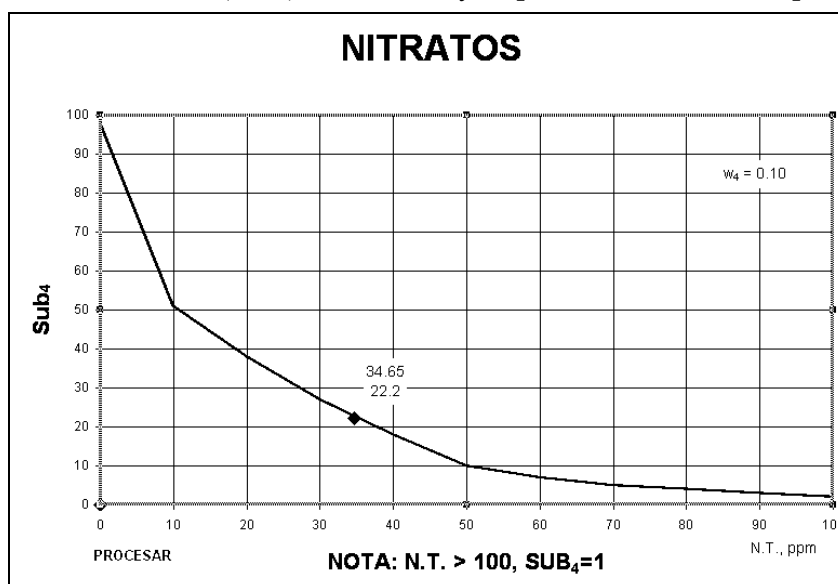

Figura 4 Valoración de la calidad de agua en función del Nitrógeno
Si Nitratos es mayor de 100 mg/L el (Sub₄) es igual a 2. Si Nitratos es menor de 100 mg/L buscar el valor en el eje de (X) en la **Figura 4** se procede a interpolar al valor en el eje de las (Y). El valor encontrado es el (Sub₄) de Nitratos y se procede a elevarlo al peso w_4 .